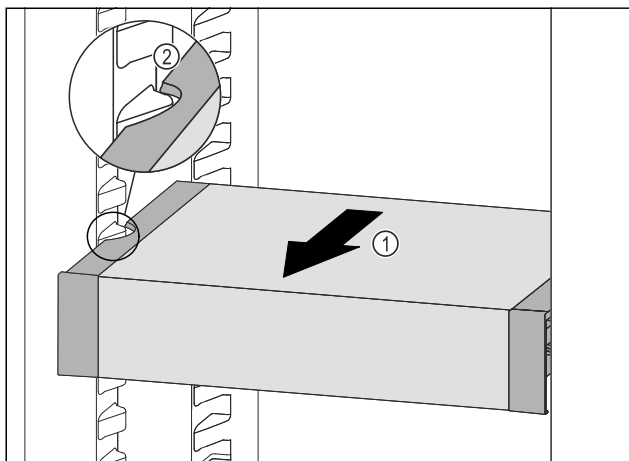

Fig. 65
- Táhněte VarioSafe dopředu Fig. 65 (1), dokud nebudou boční vybrání VarioSafe na úrovni žebrování na nádoby v chladničce. Fig. 65 (2)